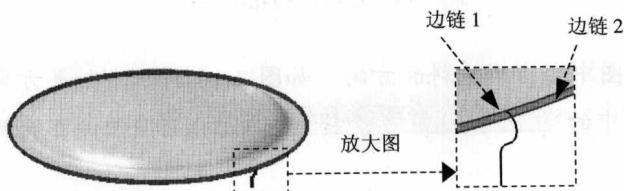
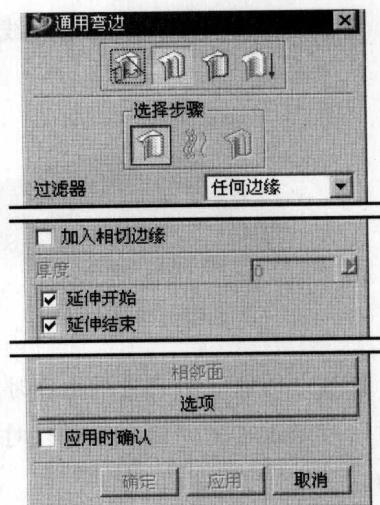

图 1.9 选取边链
图 1.8 “通用弯边”对话框
(1) 选择下拉菜单 **插入(S)** → **钣金特征(H)** → **通用弯头(C)** 命令，系统弹出图 1.8 所示的“通用弯边”对话框。
(2) 在“通用弯边”的对话框中单击“构造倒曲面”按钮 。
(3) 此时，在“通用弯边”对话框的**选择步骤**选项组中的“折弯边”按钮  已处于激活状态，选取图 1.9 所示的边链 1 为连续折弯边，单击中键确认。
(4) 此时，在“通用弯边”对话框的**选择步骤**选项组中的“脊线串”按钮  已处于激活状态，选取图 1.9 所示的边链 2 为连续折弯边，单击中键确认。